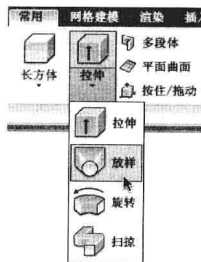

图 8-3-16
(3) 在“建模”面板中单击“放样”按钮，如图 8-3-16 所示。